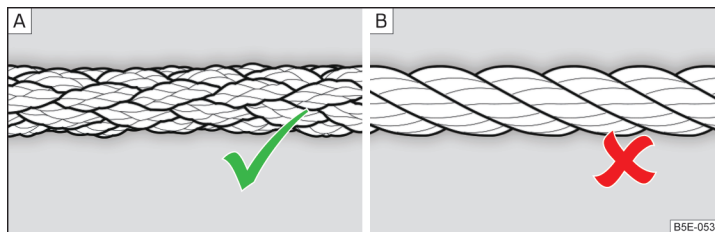

Fig. 327 Câble de remorquage tressé/ Corde de remorquage
Pour le remorquage à l'aide d'un câble de remorquage, utilisez uniquement un câble en fibres synthétiques » fig. 327 - **A** » .
- Lors du remorquage, n'utilisez pas de câble de remorquage entortillé » fig. 327 - [B], l'oeillet de remorquage pourrait se dévisser du véhicule - risque d'accident.